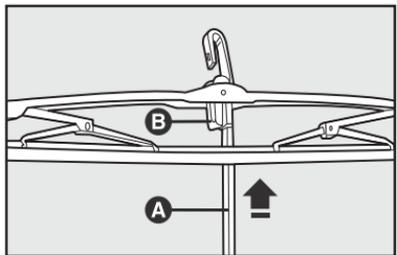

fig. 13
1) Levantar o braço **A**-fig. 13 do limpador e posicionar a escova de modo que forme um ângulo de 90° com o próprio braço.